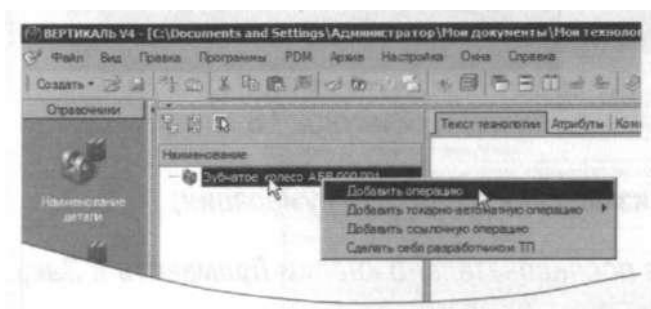
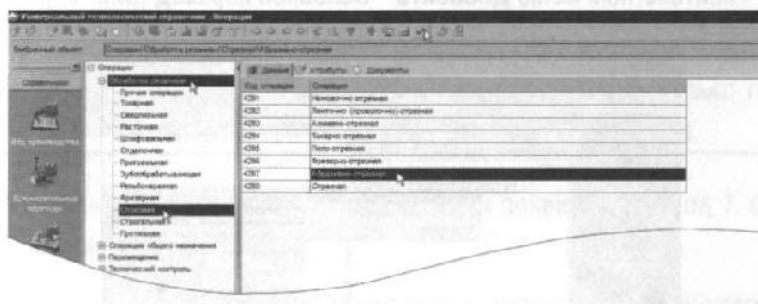

Рисунок 14
Рисунок 15
1. Установите курсор в окне дерева ТП на названии детали. Нажмите правую кнопку мыши и выберите Добавить операцию (рис. 14). В открывшемся окне справочника операций последовательно выберите Обработка резанием - Отрезная - Абразивно-отрезная и нажмите кнопку Применить (рис. 15)